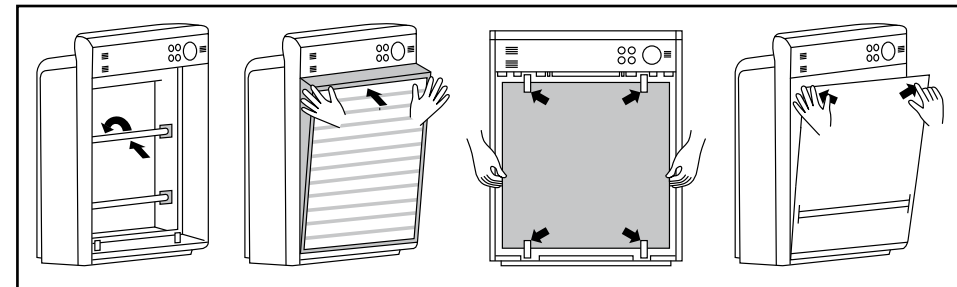

Fig. 5: Montage
- Tubes UV (9):** Placez les tubes (9) avec précaution dans leur support. Tournez les tubes (9) doucement dans le sens horaire ou antihoraire, jusqu'à ce que les branchements s'enclenchent de manière audible. Ne tenez les tubes (9) qu'aux embouts céramiques et portez des gants de ménage.
- Filtre principal (8):** En premier, remettez le filtre principal (8) au bas du boîtier et insérez-le dans le boîtier. Le marquage „HEPA“ (côté blanc du filtre) doit être à l'extérieur.
- Préfiltre (7):** Remettez le filtre (7) et tournez les verrouillages dans la direction montrée dans Fig. 5, afin de fixer le préfiltre (7).
- Panneau frontal (5):** En premier, remettez les supports inférieurs dans les ouvertures du boîtier. Fixez le panneau frontal (5) en appuyant sur le coin supérieur gauche et droit. Le panneau frontal (5) s'engage de manière audible.